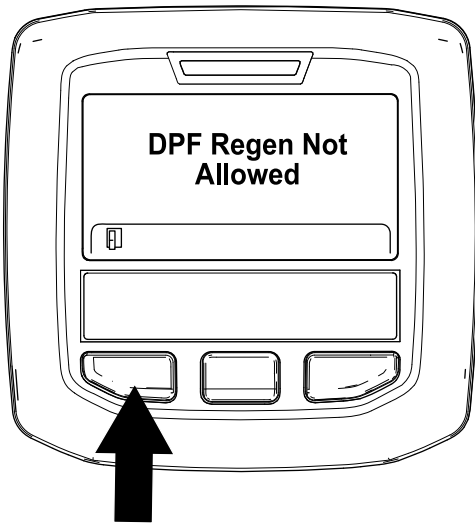

Figura 57
- Se o processo de regeneração não for permitido pelo computador do motor, surge a mensagem “DPF Regen Not Allowed” (Regen. do DPF não autorizada) no InfoCenter (Figura 57). Prima o botão esquerdo para sair para o ecrã inicial.